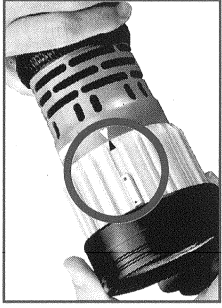

Bild 1
- Von vorne betrachtet, drehen Sie das Frontgehäuse nach rechts bis beide Pfeile übereinander stehen (Bild 1). Lösen Sie die Stiftschraube ca. 4 Umdrehungen mit einem Schraubendreher entgegen dem Uhrzeigersinn. Maximal bis zum spürbaren Anschlag.